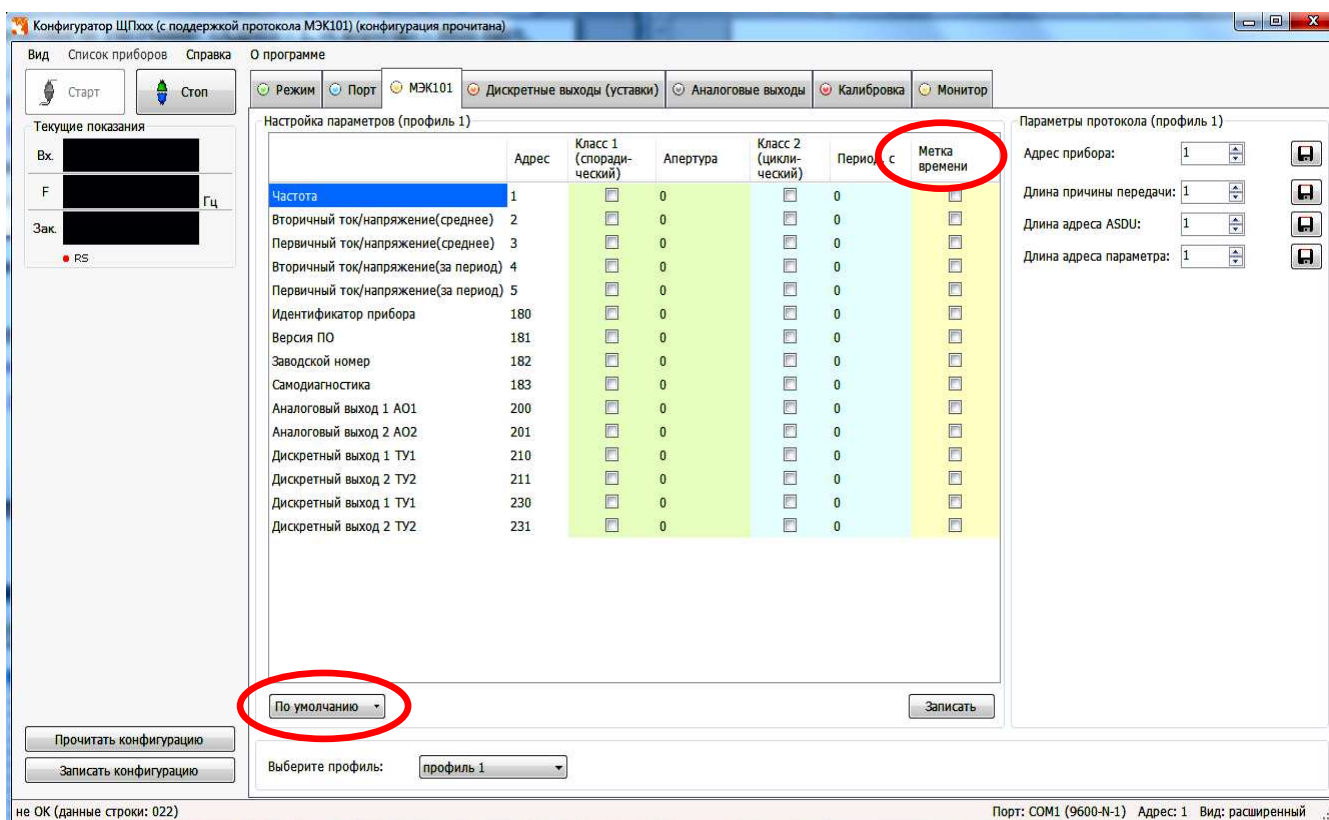

Рисунок 6 – Конфигурирование параметров по ГОСТ Р МЭК 60870-5-101
3.8.5 Настройка алгоритма ГОСТ Р МЭК 60870-5-101-2006 осуществляется во вкладке «МЭК101» (рисунок 6).